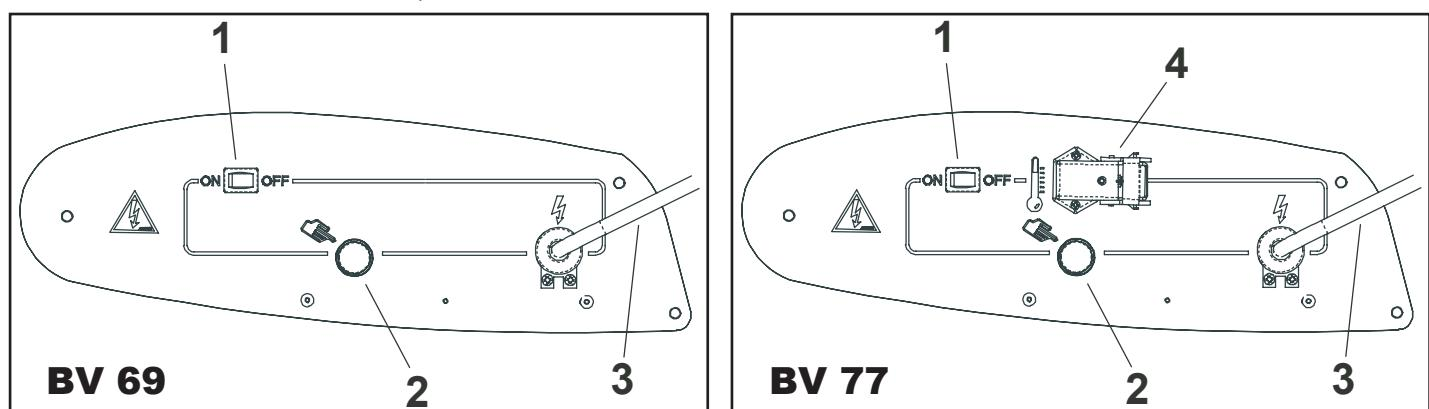

Figure 2 (A - B)
- mettre l'interrupteur 1 (Fig.2) dans la position rapportant le symbole :ON le ventilateur se met en marche et, après quelques secondes, la combustion commence.
Lors de la première mise en service ou après la vidange complète du circuit du gasoil, le flux de gasoil en direction de la buse peut s'avérer insuffisant et causer l'intervention de l'appareillage de contrôle de flamme qui arrête le générateur ;dans ce cas, après avoir attendu environ une minute, appuyer sur le bouton-poussoir de réarmement 2 (Fig.2) et remettre l'appareil en marche.
2. Appuyer sur le bouton-poussoir de réarmement 2 (Fig.2);
Pour arrêter l'appareil, il est nécessaire de mettre l'interrupteur 1 (Fig.2) sur "OFF". La flamme s'éteint et le ventilateur continue de fonctionner jusqu'à ce que la chambre de combustion soit entièrement refroidie.
Le générateur est équipé d'un appareillage électronique de contrôle de la flamme. En cas de présence d'une ou plusieurs anomalies de fonctionnement, cet appareillage provoque l'arrêt de la machine et l'allumage du témoin du bouton-poussoir de réarmement 2 (Fig. 2).
- zet de schakelaar 1 (Fig. 2) in de stand met het symbool: ON de ventilatorslaat aan en na enkele seconden wordt de verbranding gestart.
Bij de eerste ingebruikname of nadat alle olie uit het circuit is verwijderd, is de oliestroom uit de straalpijp mogelijk onvoldoende, zodat de vlamregelaar van het toestel ervoor zorgt dat de generator wordt uitgeschakeld; in dat geval wacht u ongeveer een minuut en drukt u vervolgens op de opstartknop 2 (Fig. 2) om het toestel opnieuw op te starten. Als het toestel niet correct werkt gaat u in eerste instantie als volgt te werk:
2. Druk op de opstartknop 2 (Fig. 2);
Om het toestel uit te schakelen dient u schakelaar 1 (Fig. 2) in de stand "OFF". De vlam gaat uit en de ventilator blijft werken tot de verbrandingskamer volledig is afgekoeld.
De generator is voorzien van een elektronisch instrument ter besturing van de vlam. Als er zich afwijkingen in de werking voordoen zorgt dit instrument ervoor dat het toestel wordt uitgeschakeld en de opstartknop 2 (Fig. 2) wordt geactiveerd. Er wordt een oververhittingsthermostaat geactiveerd die ervoor zorgt dat de olietoevoer wordt onderbroken als de generator oververhit raakt: de thermostaat wordt automatisch opnieuw ingesteld zodra de temperatuur van de verbrandingskamer tot onder het toegestane maximum is gedaald.